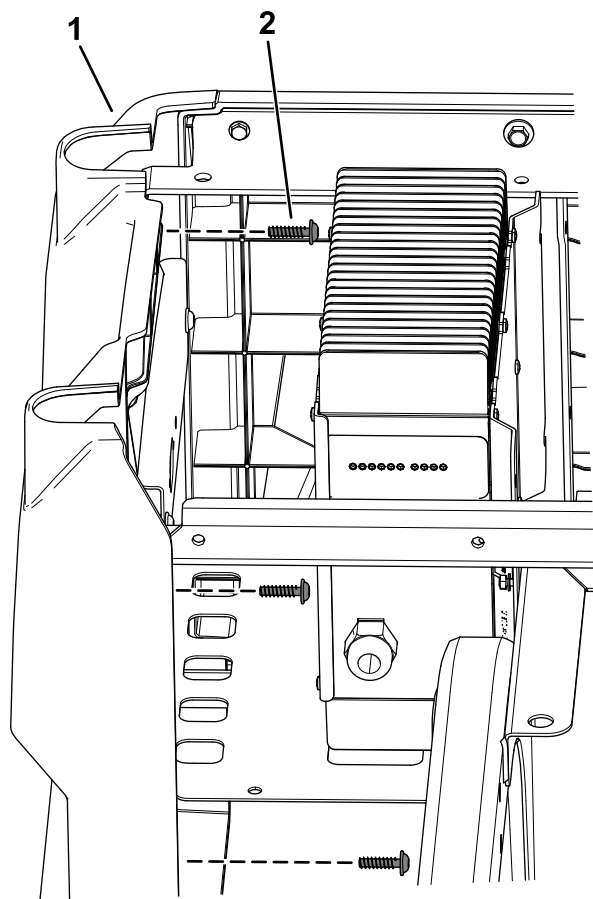

Bild 7
4. Entfernen Sie die vier Torxschrauben (M6,0 x 22 mm) von der linken Seitenplatte ab und nehmen sie ab (Bild 7).